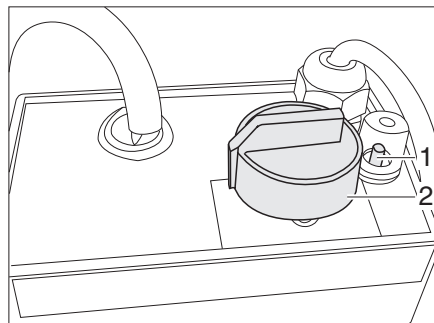

Bild 217 Regler für elektrische Fußbodenerwärmung
- Den Drehregler (Bild 217,2) auf die gewünschte Heizstufe drehen.
- Den Drehregler (Bild 217,2) auf Stellung "0" drehen.
Wenn der Regler überlastet wird, spricht der Überlastungsschutz an. Der Stift (Bild 217,1) springt heraus.
- Den Stift (Bild 217,1) am Überlastungsschutz eindrücken, wenn der Regler abgekühlt ist.